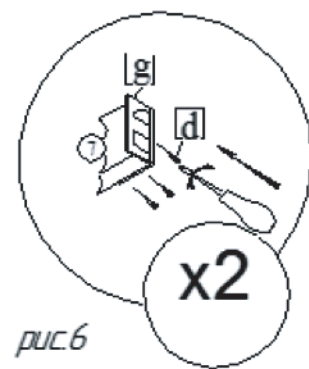
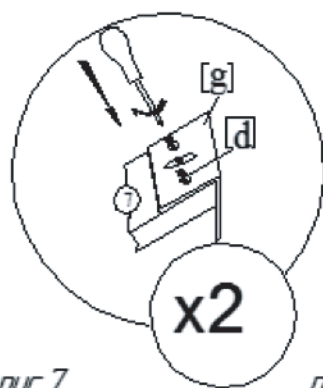

рис.6
рис.7
- прикрепить к планке поддержки матраса крепежный элемент поз.д при помощи саморезов поз.с (рис.6, рис.7);